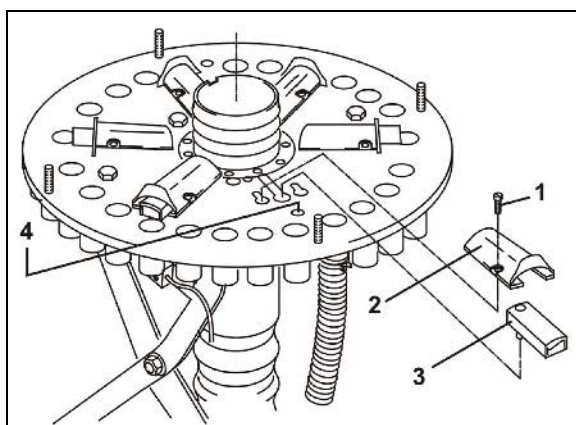

Bild 144
Spjället avaktiveras (Bild 144/2) om det inte används. Avaktiverat spjäll stänger inte tilloppet till körspårsbiliarerna.
7. Lossa skruvarna (Bild 144/1).
8. Ta bort spjälltunneln (Bild 144/2).
9. Spjället (Bild 144/3) sticker, som bilden visar, in i spåret.
10. Vrid spjället (Bild 144/3) och för in det i hålet (Bild 144/4).
11. Skruva fast spjälltunneln (Bild 144/2) på grundplattan.